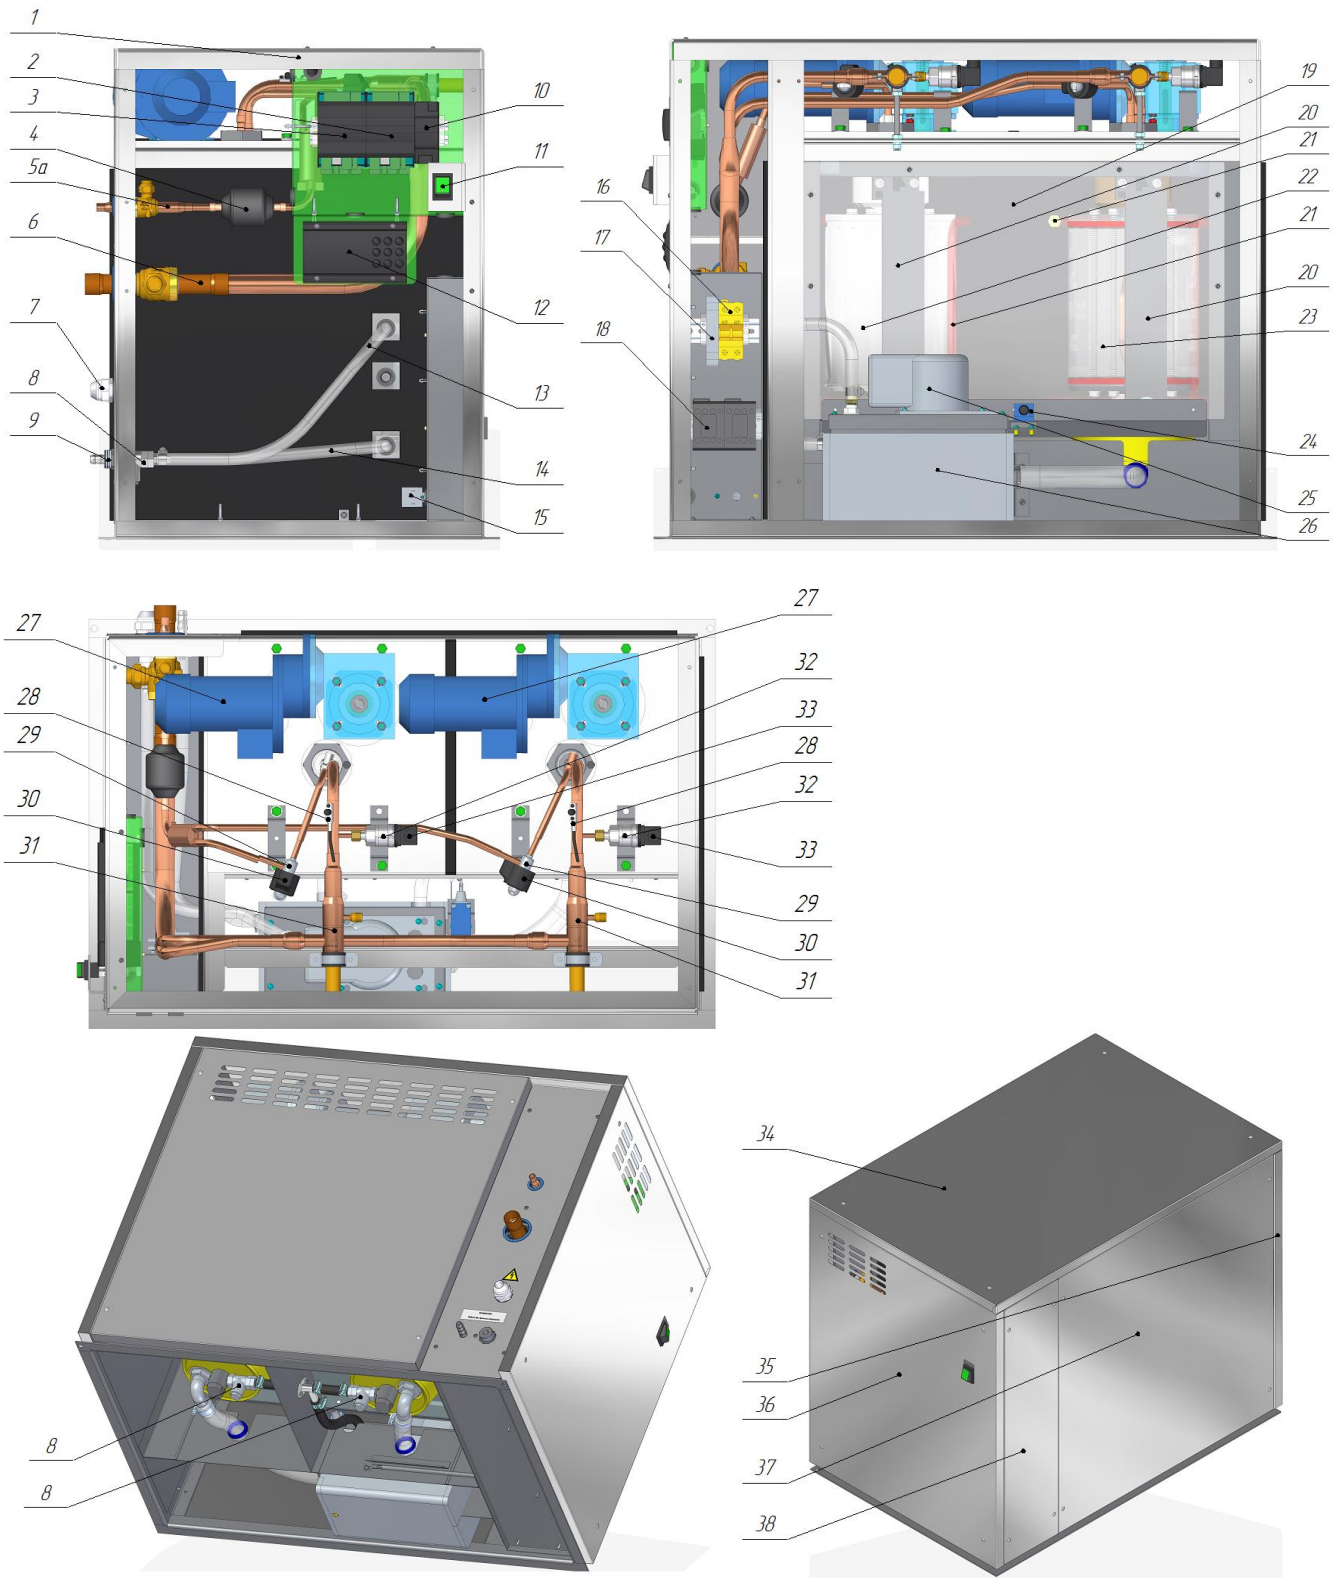
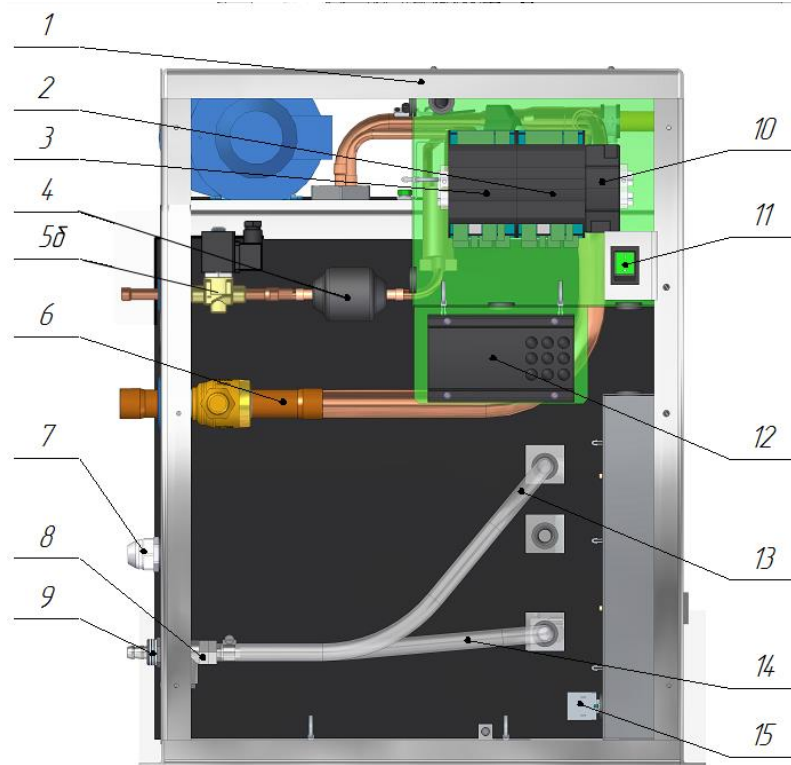

Рис. 1 Устройство льдогенератора ЛГ-1200Ч-03
Рис. 2 Устройство льдогенератора ЛГ-1200Ч-04
2.1.1 Устройство льдогенераторов чешуйчатого льда ЛГ-1200Ч-03, ЛГ-1200Ч-04 приведено на рис. 1, рис. 2.
(остальное см. рис.1)